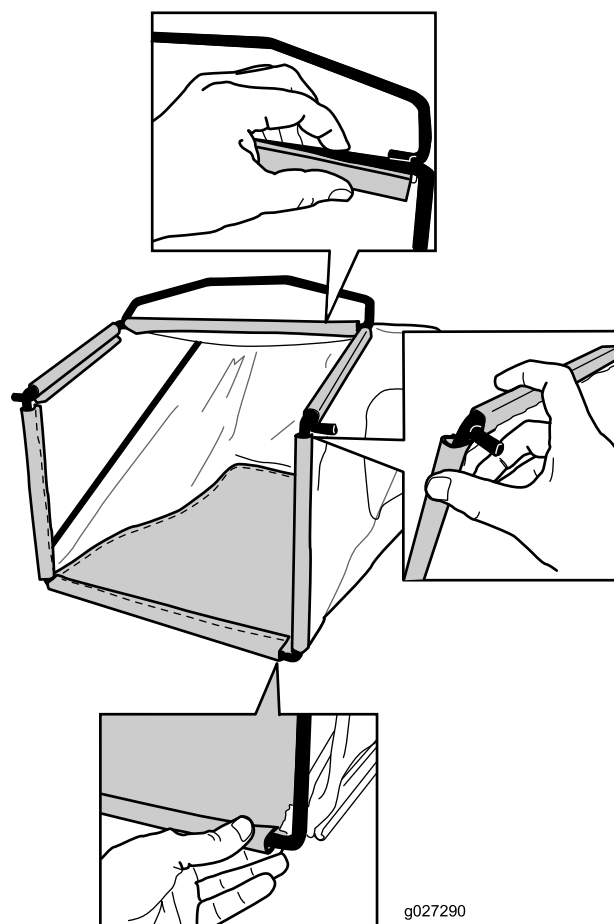

Figure 9
2. Accrochez la glissière inférieure du bac au bas de l'armature (Figure 9).